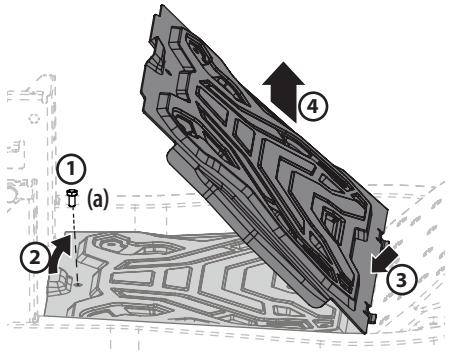

Figura 35
- Con una herramienta para usos múltiples (si está equipada) o una llave de cubo de 1/2", extraiga el tornillo de cabeza hexagonal (a) que sujeta el panel del piso en su lugar. Consulte 1 en la Figura 35.
- Levante con cuidado la parte trasera del panel del piso. Consulte 2 en la Figura 35 en la página 57.
- Para liberar el frente del panel del piso, deslícelo hacia atrás. Consulte 3 en la Figura 35 en la página 57.
- Levántelo para separarlo del tractor. Consulte 4 en la Figura 35 en la página 57.